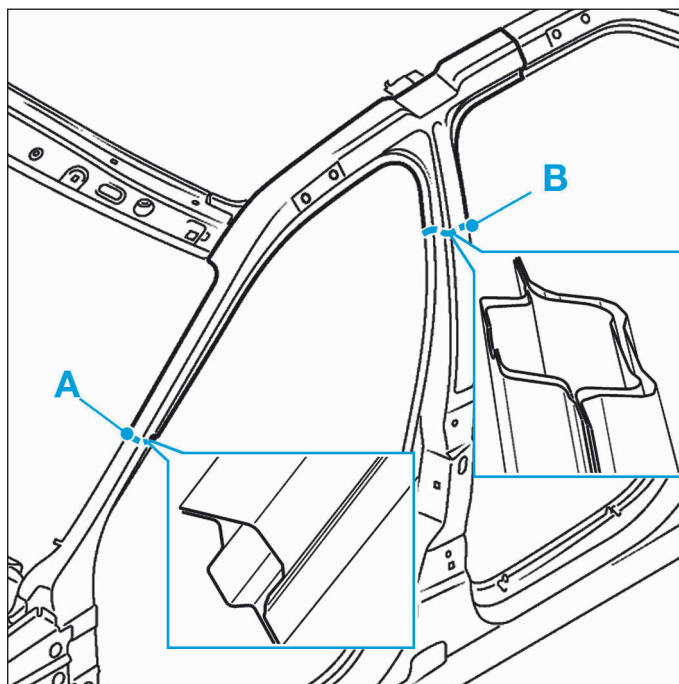

FIG.62
- Respecter les lignes de coupe (A) et (B) (Fig.62).